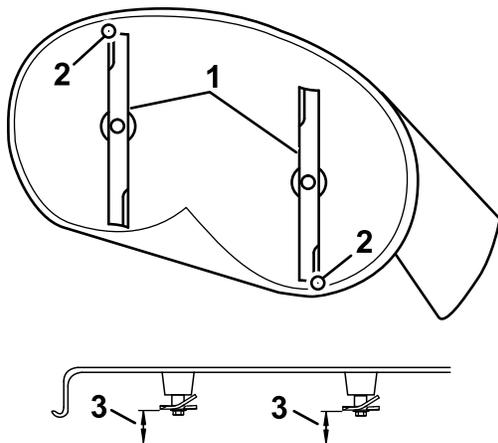
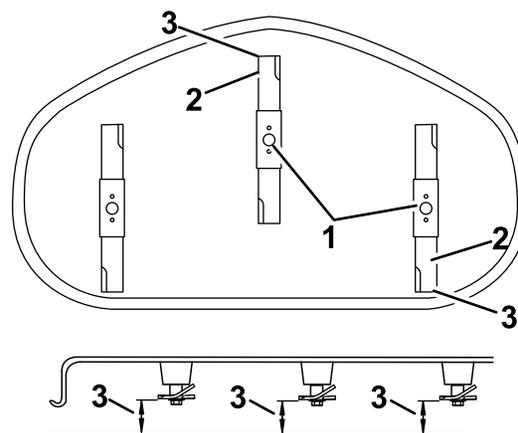

Рисунок 69
Рисунок 70
4. Осторожно поверните ножи так, чтобы они были расположены в продольном направлении (Рисунок 69).
5. Измерьте расстояние от конца переднего ножа до плоской поверхности и от конца заднего ножа до плоской поверхности (Рисунок 69 или Рисунок 70).